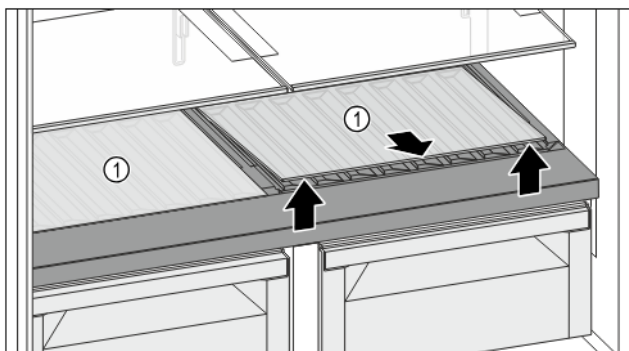

Fig. 131
- Jedną lub obydwie płyty szklane Fig. 131 (1) podnieść z przodu przy zagłębieniu i wyciągnąć.
- Przechować płytę(y) szklaną(e) Fig. 131 (1) w bezpiecznym miejscu poza urządzeniem.